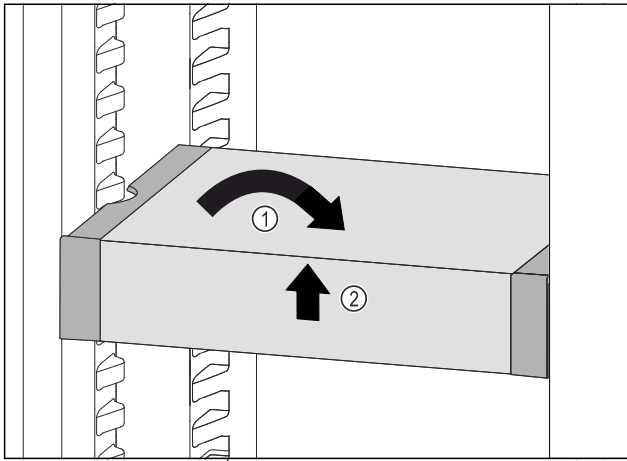

Fig. 89
- Remettre le VarioSafe droit. Fig. 89 (1)
- Soulever la partie avant du VarioSafe. Fig. 89 (2)